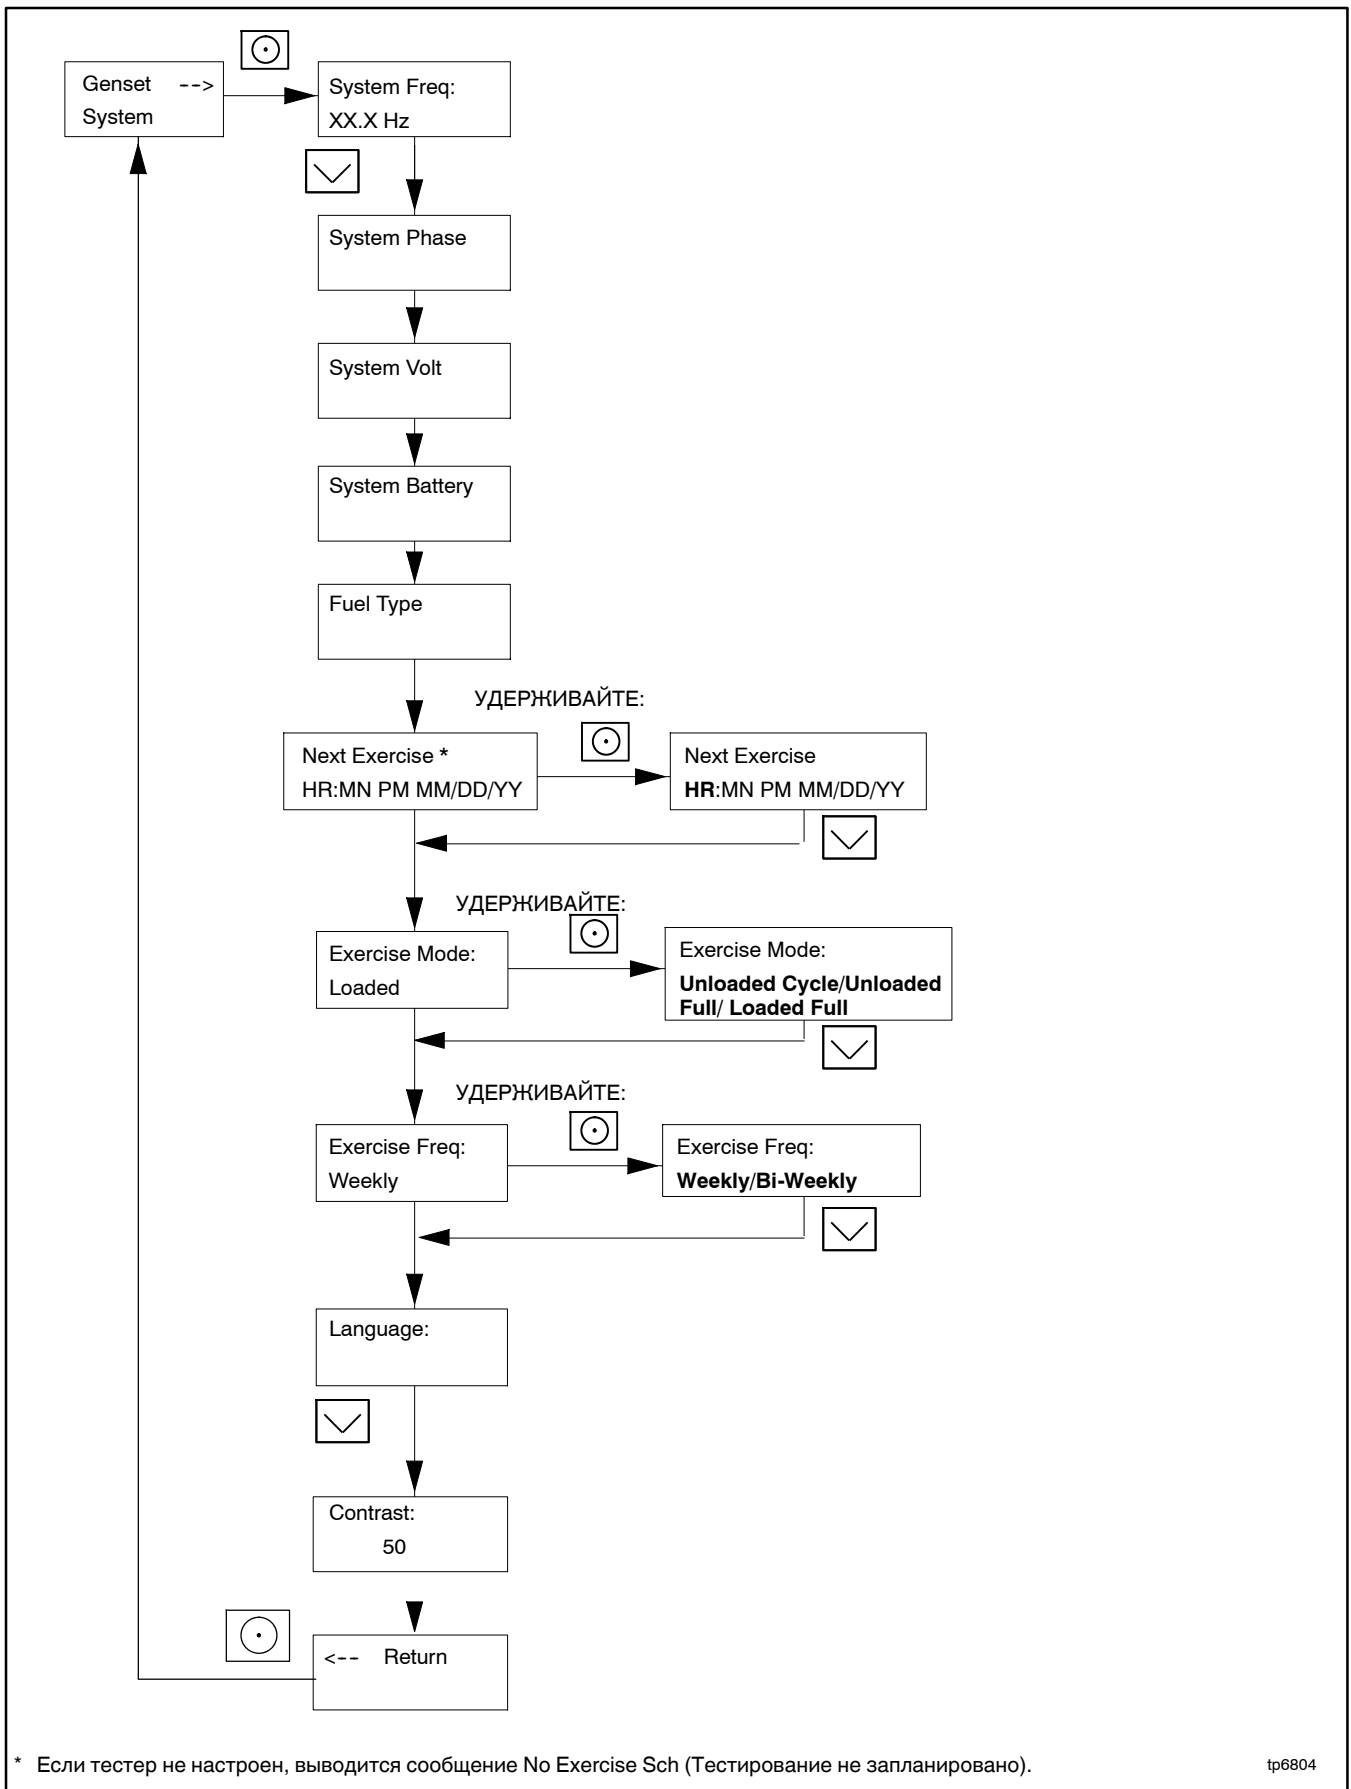

Рис. 3-8 Процедура настройки тестера на контроллере RDC2
Следуйте приведенной ниже процедуре; при задании времени, даты, режима и частоты тестирования см. Рис. 3-8.
4. Нажмите кнопку «Выбрать», чтобы выйти на дисплей Genset System. См. Рис. 3-8.
12. Если генераторная установка подключена к переключателю резерва Kohler® RXT, можно изменить тестирование на тестирование под нагрузкой. Выберите для Exercise Mode (Режим тестирования) Unloaded Cycle (Цикл без нагрузки), Unloaded Full (Полная скорость без нагрузки) или Loaded Full (Полная скорость под нагрузкой) (для этого требуется ATS RXT); см. Рис. 3-8. Рекомендуется цикл без нагрузки. Описание режимов тестирования см. разделы 2.4.2 - 2.4.4.